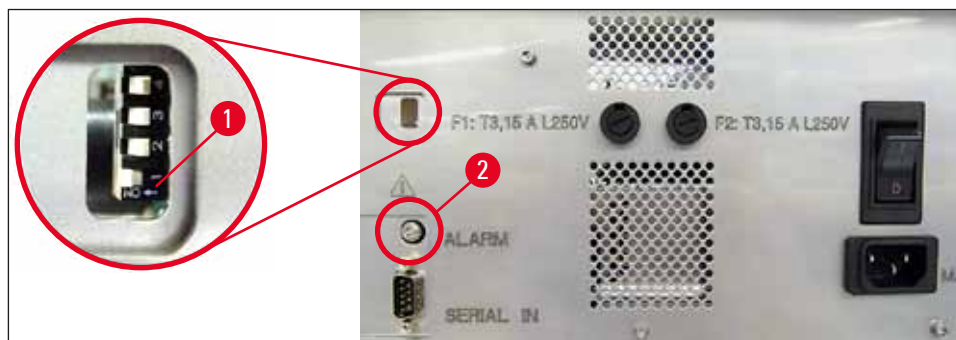

Рис. 44
- » Для деактивации датчика сигналов отожмите выключатель в самой нижней части (→ "Рис. 44-1") вправо (→ "Рис. 44").